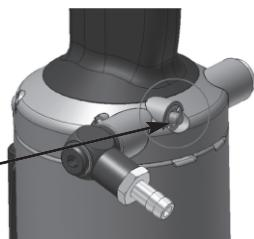

Abbildung 9 - Ausspindeln
- Sollte es beim Nietvorgang zu Problemen kommen, besteht die Möglichkeit durch Betätigung des Schalters gem. Abb. 9 das P3007/P3007 PN über den manuell betätigten Linkslauf, aus dem RIVKLE® heraus zu spindeln.